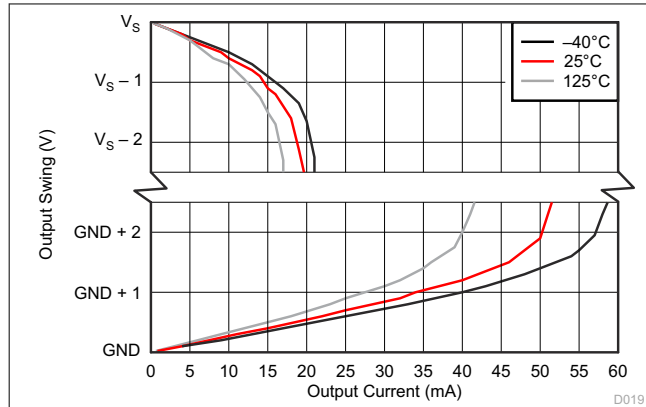

图 7-19. 输出电压摆幅与输出电流之间的关系
(3) 请参阅图 7-19。
(4) 摆幅规格是在过驱输入条件下测试得出的。